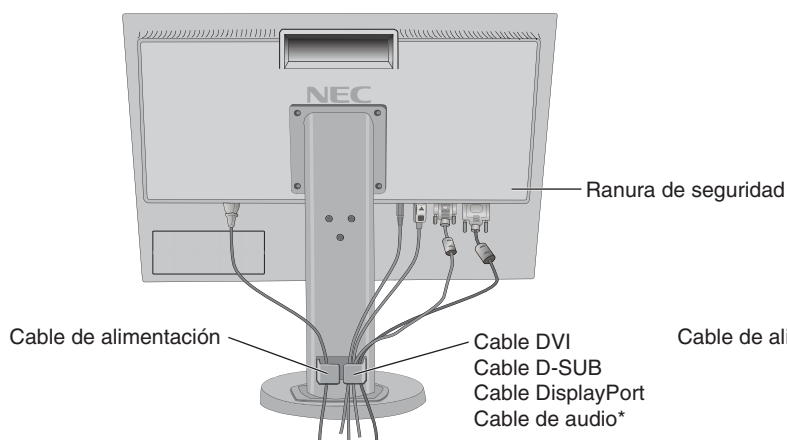
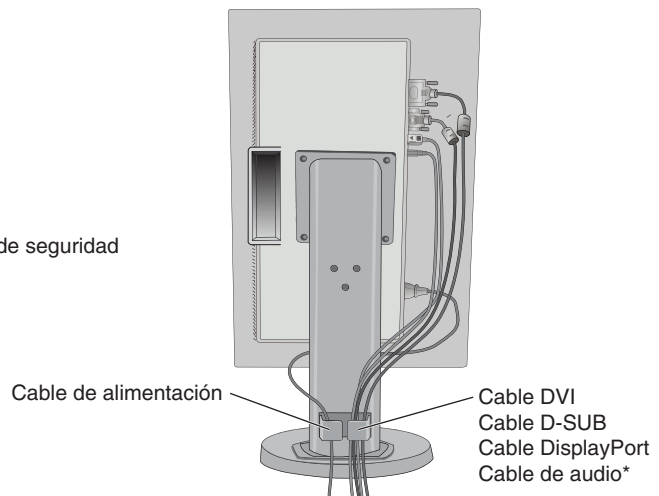

Figura C.2
Figura C.3
- Para mantener los cables bien ordenados, colóquelos en el sistema de conducto para cables incorporado en el soporte. Distribuya uniformemente los cables y sujételos en los corchetes (**figura C.2 y figura C.3**).